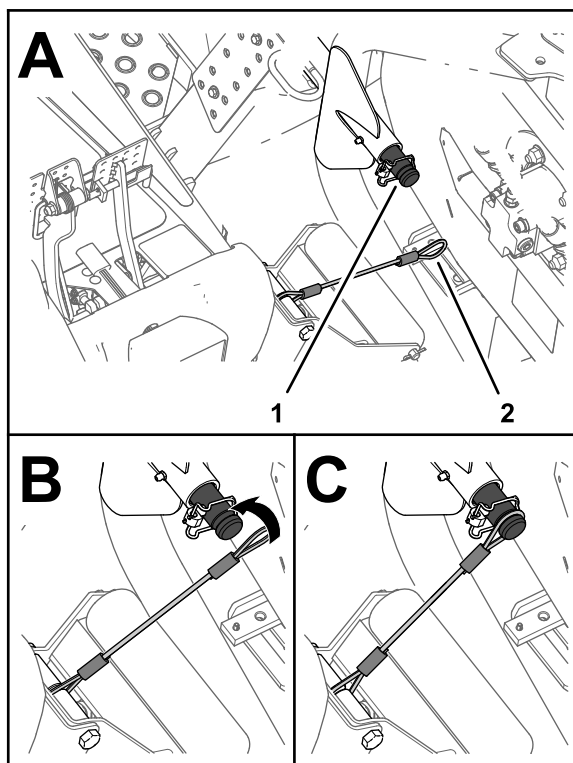

Bild 40
5. Fluchten Sie die Verbindungseile zur Trägerwelle des Hubarms für das äußere Frontmähwerk aus (Bild 40).
6. Schieben Sie die Schleife der Verbindungseile über die Trägerwelle, bis die Verbindungseile fest in der Rinne der Welle sitzt (Bild 40).